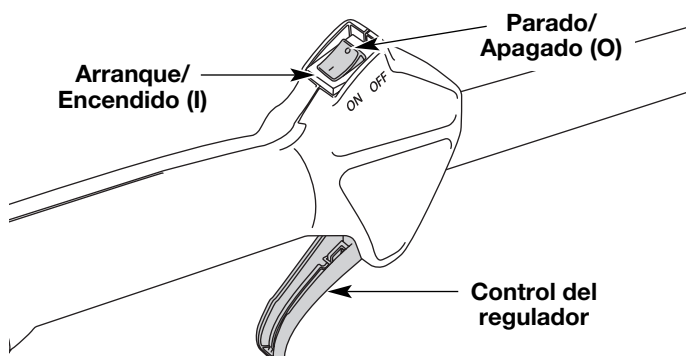

Fig. 10
→ 3. Coloque el control de encendido y apagado en posición de ENCENDIDO (I) (Fig. 10).